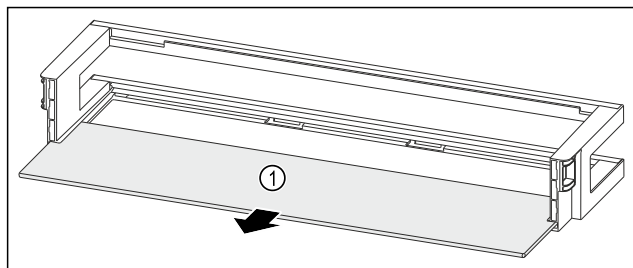

Fig. 211 Дверная полка со съемной полкой
- Извлеките съемную полку Fig. 211 (1).